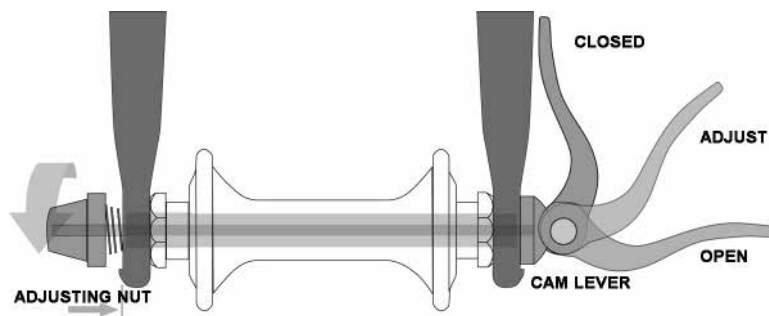
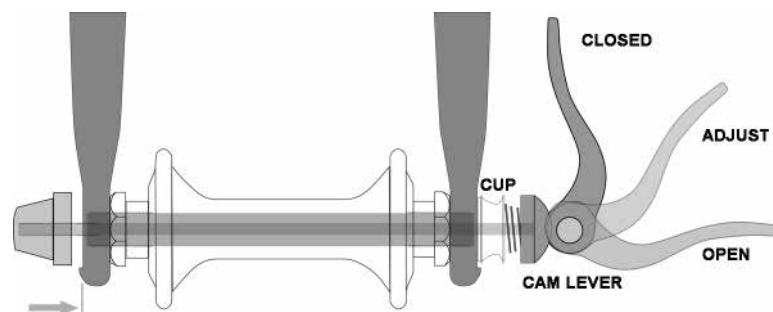

Abb. 16
Abb. 17
1. Eine Hohlachse, durch die eine Welle („Spannwelle“) mit einer einstellbaren Spannmutter an einem Ende und einem Spannhebel am anderen Ende läuft (Abb. 16, 17)
Gegenwärtig gibt es zwei Arten von Klemmvorrichtungen: das traditionelle Schnellspannsystem (Abb. 16) und das Achsmutternsystem (Abb. 17) Beide nutzen eine Klemmwirkung, um das Rad des Fahrrads Festzuklemmen.
Einstellen des Nocken-und-Gehäuse-Mechanismus (Abb. 17)
(1) Wenn Ihr Fahrrad über eine Vorderradbefestigung mit Schnellspannhebel verfügt, bewegen Sie den Hebel aus der Verriegelungsstellung oder Stellung ZU in die Stellung AUF (Abb. 16, 17). Wenn die Vorderradbefestigung Ihres Fahrrades mit einer Durchsteckschraube erfolgte oder es eine Achsmutter hat, lösen Sie die Befestigung(en) mit einigen Umdrehungen im Uhrzeigersinn und mit einem geeigneten Schraubenschlüssel, einem Schlossschlüssel oder dem integrierten Hebel.
(2) Wenn Ihre Vordergabel über eine sekundäre Haltevorrichtung mit Aufklemmung verfügt, lösen Sie diese. Wenn Ihre Vordergabel über eine integrierte sekundäre Haltevorrichtung und ein traditionelles Achsmuttersystem (Abb. 16) verfügt, lockern Sie die Spannungseinstellmutter weit genug, um das Rad aus den Auslassungen entfernen zu können. Wenn Ihr Vorderrad ein Achsmuttersystem verwendet (Abb. 17), drücken Sie das Gehäuse und den Hebel zusammen, während Sie das Rad abnehmen. Bei dem Achsmuttersystem muss kein Teil gedreht werden.
(1) Wenn Ihr Fahrrad über eine Vorderradbefestigung mit Achsmuttersystem verfügt, bewegen Sie den Hebel vom Rad weg (Abb. 17). Das ist die Stellung AUF. Wenn Ihr Fahrrad über ein Schnellspannachssystem verfügt, gehen Sie weiter zum nächsten Schritt.
(2) Führen Sie das Rad bei nach vorn weisender Gabel so zwischen die Gabelstreben ein, dass die Achse fest oben an den Gabelausfallenden sitzt. Der Hebel, falls vorhanden, sollte sich auf der linken Fahrradseite befinden (Abb. 16, 17). Wenn Ihr Fahrrad eine sekundäre Haltevorrichtung mit Aufklemmung hat, schließen Sie sie an.
(3) Wenn Sie ein herkömmliches Achsmuttersystem haben: Halten Sie den Maulschlüssel mit der rechten Hand in der EINSTELLUNGS-Position, ziehen Sie die Spannungseinstellmutter mit der linken Hand fest, bis sie fest am Gabelausfallenden anliegt (Abb. 16). Wenn Sie ein Schnellspannsystem haben: die Mutter und das Gehäuse (Abb. 17) werden im ausgesparten Bereich der Gabelausfallenden eingerastet sein und es sollte keine Einstellung erforderlich werden.
(4) Während Sie das Rad ganz nach oben in die Aussparungen in den Gabelausfallenden drücken und gleichzeitig die Felge in der Gabel zentrieren
ZU (Abb. 16, 17). Der Hebel sollte jetzt parallel zu den Gabelbeinen sein und zum Rad hin geneigt sein. Um genügend Klemmkraft aufzubringen, sollten Sie mit Ihren Fingern die Gabelbeine fest umfassen, um eine Hebelwirkung zu erzielen, und der Hebel sollte dabei einen deutlichen Abdruck in Ihrer Handfläche hinterlassen.
Einige Fahrräder sind mit einer Sattelklemme ausgestattet. Die Sattelklemme funktioniert genau wie das traditionelle Schnellspannsystem (6.A). Während die Befestigung wie eine lange Schraube mit einem Hebel an einem Ende und einer Mutter am anderen Ende aussieht, verwendet die Befestigung eine überzentrierte Wirkung, um die Sattelstütze sicher festzuklemmen (Abb. 16).